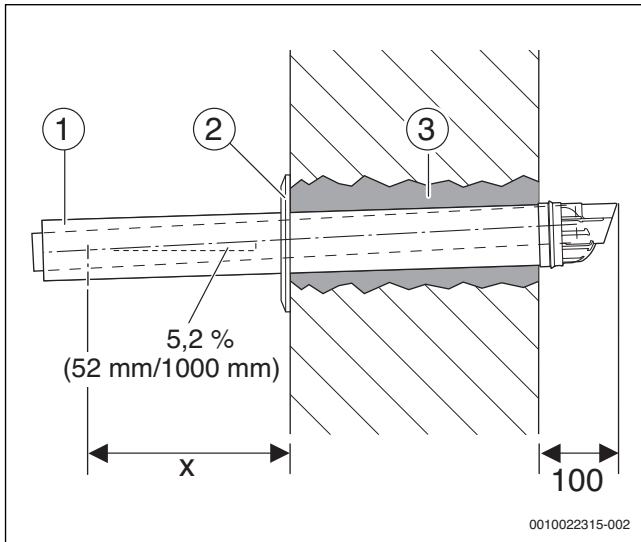

Bild 18 Montage im an die Steigung angepassten Wanddurchbruch
- ▶ Auf dem Abgasrohr das Maß $x = 47 \text{ mm}$ (\rightarrow Bild 18) anzeichnen.
- ▶ Neues Abgasrohr ggf. mit Verlängerung in den an die Steigung angepassten Wanddurchbruch ([3], Bild 18) einschieben, bis das Rohr 80 mm aus der Außenwand herausragt. Ggf. Verlängerung auf Abgasrohr stecken.